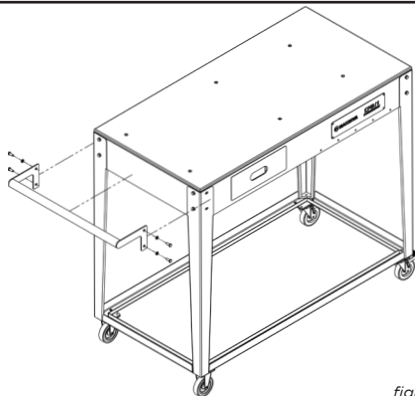

figura 4
4. Reposicionar o conjunto montado na posição de utilização e fixar a alça de transporte conforme mostra a **figura 4**.